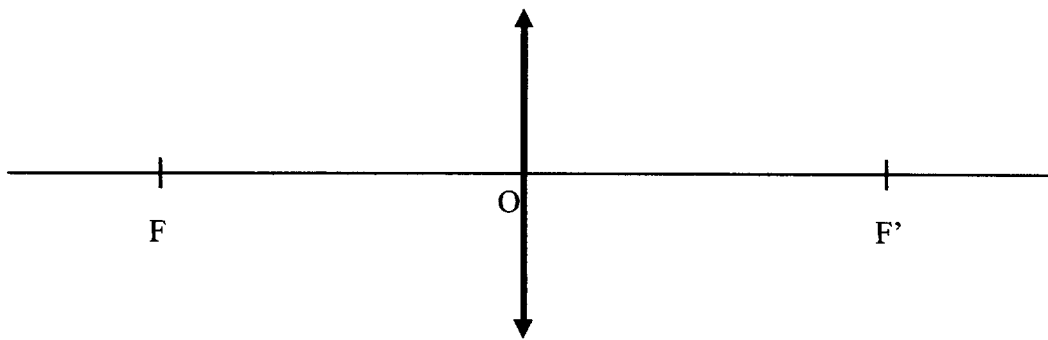

figure 4
2.2. Justifier la réponse à l'aide d'un schéma sur la figure 4 du document réponse D₂.